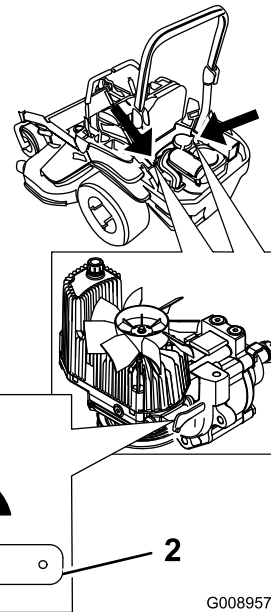

Figura 35
2. Ruotate verticalmente le leve delle valvole di rilascio per spingere la macchina (Figura 35).
4. Ruotate orizzontalmente le leve delle valvole di rilascio per guidare le macchina (Figura 35).